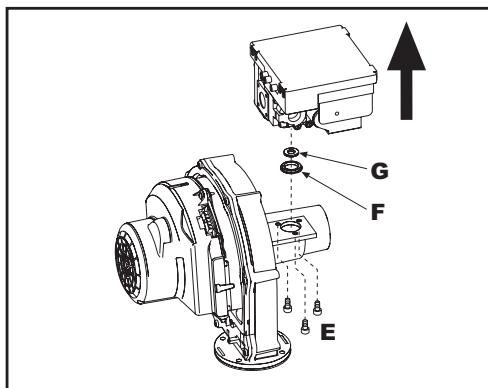
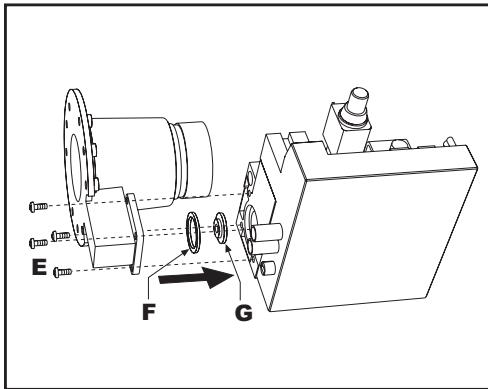

рис. 33 - Модель ENERGY TOP W 70 - W 80
рис. 34 - Модель ENERGY TOP W 125
7. Открутите винты "E" (рис. 33 модель ENERGY TOP W 70 - W 80 и рис. 34 модель ENERGY TOP W 125) и демонтируйте газовый клапан.
8. Снимите газовую форсунку "F" (см.рис. 33 для модели ENERGY TOP W 70 - W 80 и рис. 34 для модели ENERGY TOP W 125) и замените ее с форсункой, находящейся в комплекте для перенастройки, вставив последнюю в уплотнительное кольцо "G". Установите на место ранее демонтированные детали, затем проверьте систему на отсутствие утечек.